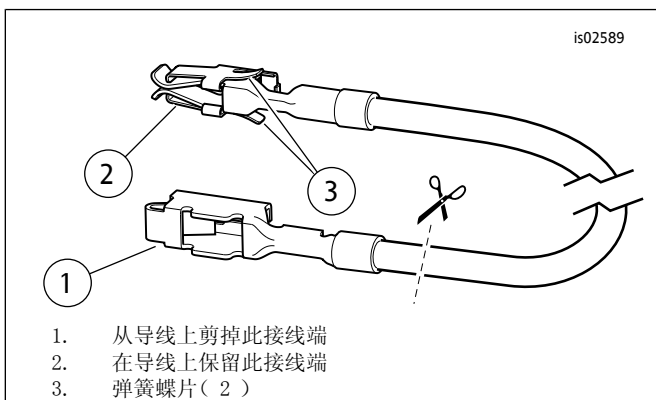

图8。保险丝盒适配线（戴纳和软尾车型）
3. 参见图22。从套件中取出橙色/白色保险丝盒适配线（9）。注意导线每端的接线端（参见图8）。只有带有弹簧蝶片的接线端可安装到此保险丝盒中。小心地从导线上剪掉未使用的接线端并丢弃。